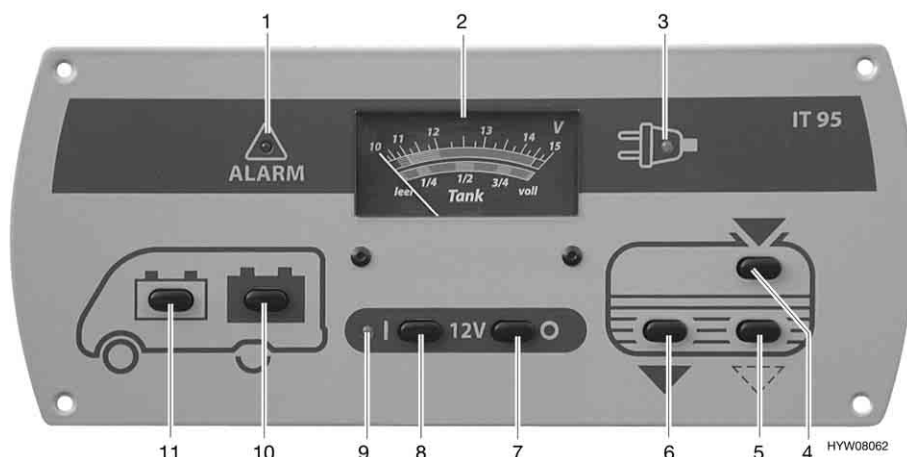

Fig. 43 Pannello di controllo (IT 95)
L'interruttore principale a 12 V (Fig. 43,7 e 8) inserisce o disinserisce il pannello di controllo e l'alimentazione a 12 V dell'abitacolo.
Accensione: ■ Premere l'interruttore (Fig. 43,8) "I": L'alimentazione a 12 V dell'abitacolo è inserita. La spia di controllo (Fig. 43,9) diventa verde.
Spegnimento: ■ Premere l'interruttore (Fig. 43,7) "O": L'alimentazione a 12 V dell'abitacolo è disinserita. La spia di controllo (Fig. 43,9) si spegne.
Per l'indicatore volt/serbatoio (Fig. 43,2) leggere la scala superiore. L'indicatore si illumina automaticamente appena viene premuto un interruttore.
- Premere l'interruttore (Fig. 43,11) "☰": Viene indicata la tensione della batteria di avviamento.
- Premere l'interruttore (Fig. 43,10) "☷": Viene indicata la tensione della batteria dell'abitacolo.
Per l'indicatore volt/serbatoio (Fig. 43,2) leggere la scala inferiore. L'indicatore si illumina automaticamente appena viene premuto un interruttore.
- Premere l'interruttore (Fig. 43,4) "": Viene indicato il livello del serbatoio dell'acqua.
- Premere l'interruttore (Fig. 43,6) "": Viene indicato il livello del serbatoio delle acque grigie.
La spia luminosa rossa "ALARM" (Fig. 43,1) inizia a lampeggiare non appena la tensione della batteria dell'abitacolo scende al di sotto di 11 V (misurazione durante il normale esercizio) con conseguente rischio che la batteria si scarichi troppo.
La spia di controllo a 12 V (Fig. 43,9) si accende non appena l'interruttore principale a 12 V (Fig. 43,8) viene inserito.
La spia gialla di controllo a 230 V (Fig. 43,3) si accende quando all'ingresso della centralina elettrica è presente una tensione di rete.